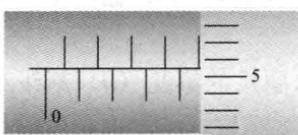
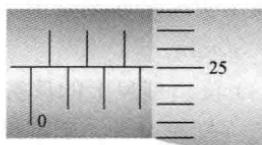

图 1-19 半刻度线已露出示意图
图 1-20 半刻度线未露出示意图
- (1) 先读固定刻度，如图 1-19 所示，固定刻度为 4mm。
- (2) 再读半刻度，若半刻度线已露出，记作 0.5mm，图 1-19 所示中半刻度为 0.5mm；若半刻度线未露出，记作 0.0mm，如图 1-20 所示。
- (3) 再读可动刻度（注意估读），记作 $n\times0.01\text{mm}$ ，图 1-20 所示中可动刻度为 $25.0\times0.01\text{mm}=0.250\text{mm}$ 。